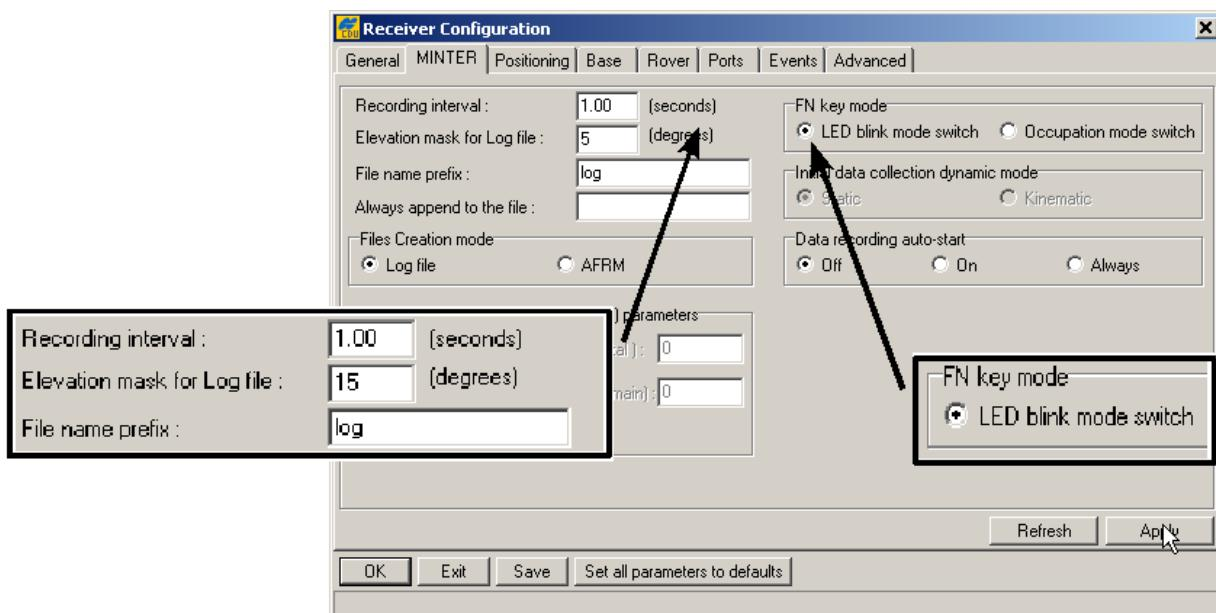

Рисунок 3-2. Конфигурирование MINTER
2. Запустите программу PC-CDU, выберите пункт меню **Configuration > Receiver > MINTER** и задайте перечисленные ниже параметры, после чего щелкните на кнопке *Apply* (Применить), см. рис. 3-2: